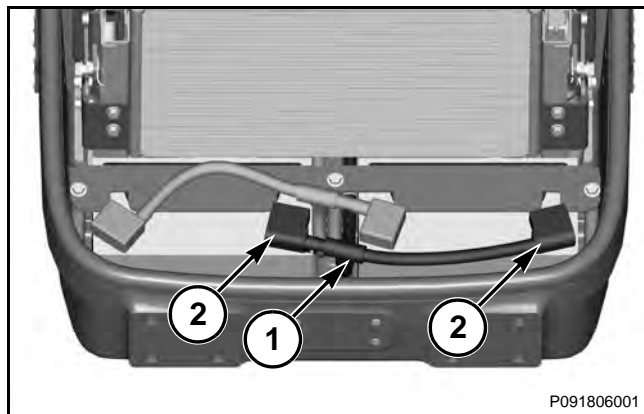

FIG. 46
FIG. 46: Arme los cables negativos (1) en los terminales y apriete las tuercas en las abrazaderas de terminal. Coloque las fundas de terminal (2) en las abrazaderas de terminal.